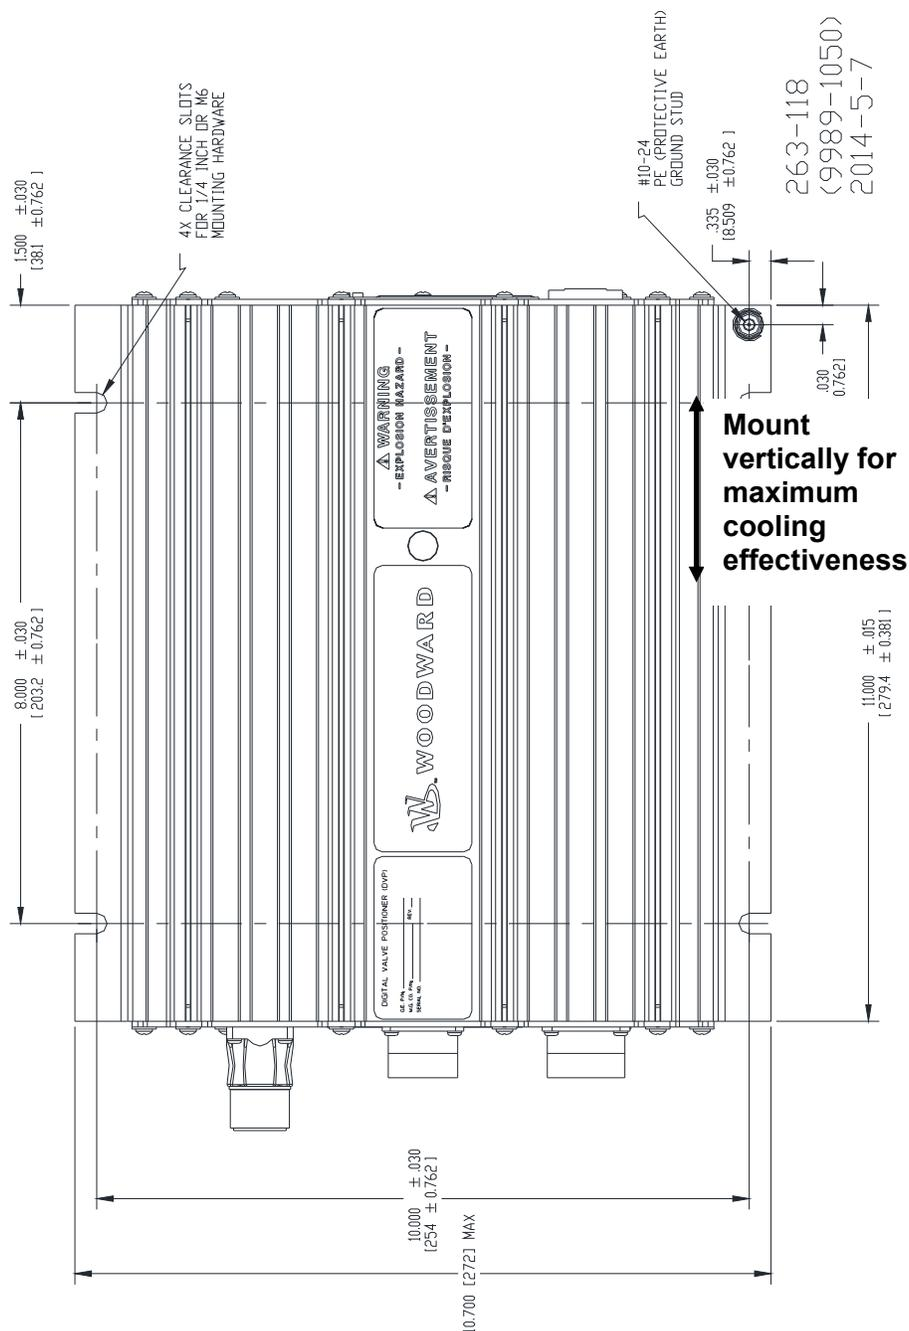

図 2-1. DVP 円形コネクタ外形図（上から見る）
- 周囲にメンテナンス及び配線のため、適当なスペースを確保してください。(図 2-1)
- IP30 DVPは最大の熱パフォーマンスを得るため、DVPへの配線が上又は下方向からアクセスする、垂直方向にとりつけることをお勧めします。(図 2-1)